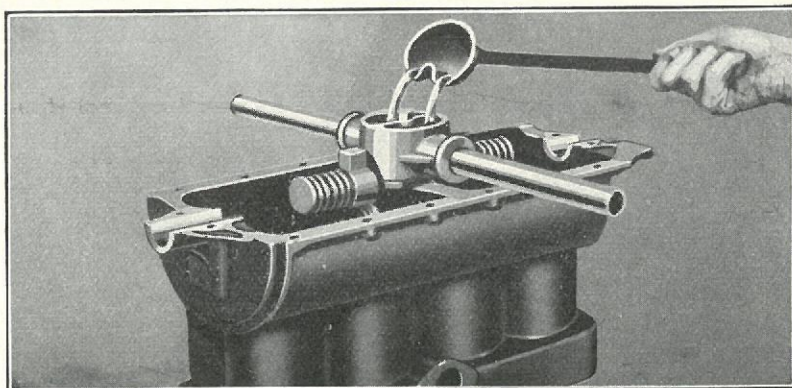

Fig. 150
- 230** Hold Støbeskeen i det smeltede Metal, saa den faar samme Temperatur som dette. Naar alt er klar til Støbning, anvendes enten to Støbeskeer eller en Støbeske med to Tude. Skum Metallet godt af, saa kun det klare Metal bruges til Lejet. Foretag Istøbningen hurtigt og fra begge Sider (Fig. 150) paa samme Tid. Hæld rigeligt med Metal i. Aftag Kokillen hurtigt, da Lejemetallet stivner hurtigt.